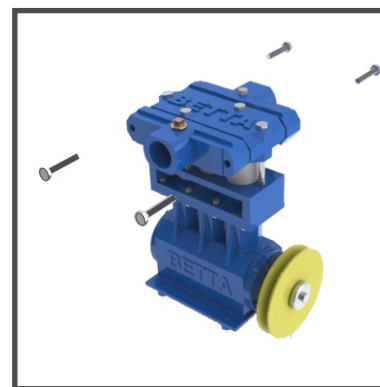

Fig. 32
- 2 - Soltar os 4 parafusos de fixação dos cabeçotes laterais, horizontais (fig. 32), que fixam o cabeçote central aos cabeçotes de sucção e de recalque.